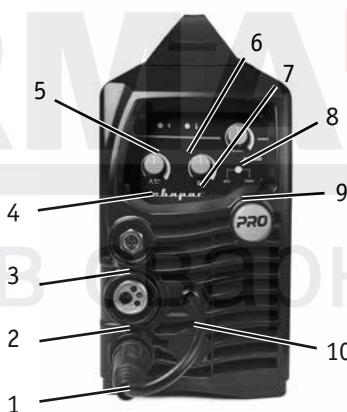
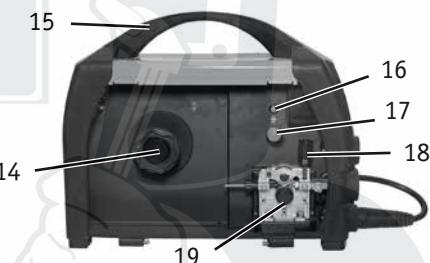

Рис. 1.1
Рис. 1.3
2. Вставьте сварочную горелку в «еворазъем» (2) (**рис. 1.1**) на передней панели аппарата и прикрутите его. После установите катушку с проволокой, установите ролики с теми канавками, которые соответствуют диаметру проволоки. Зафиксируйте проволоку с помощью ручки зажима проволоки (18) (**рис. 1.3**). С помощью кнопки прогона проволоки (16) (**рис. 1.3**) протяните проволоку внутрь горелки.
5. В зависимости от требуемой полярности вставьте кабельную вилку, соединенную с клеммой заземления, в соответствующий разъем «-» или «+» на передней панели сварочного аппарата (1 или 3) (**рис. 1.1**) и закрутите его по часовой стрелке.
6. Вставьте кабель полярности (10) (**рис. 1.1**) в свободный (не подключенный кабелем клеммы заземления) разъем сварочного аппарата и закрутите его по часовой стрелке.
7. Произведите настройки процесса сварки на передней панели управления аппарата. Выберите настройку MIG с помощью переключателя (9) (**рис. 1.1**) установите значение скорости подачи проволоки (8), выставьте рабочее напряжение дуги (7) (**рис. 1.1**).
2. На передней панели имеется два разъема «+» и «-» (1 и 3) (**рис. 1.1**). Для плотного закрепления прямого и обратного кабелей в разъемах необходимо вставить кабельную вилку в соответствующим кабелем в панельный разъем до упора и повернуть его по часовой стрелке. При неплотном подсоединении кабелей возможны повреждения как кабельного разъема, так и источника питания.
6. Выберите способ сварки MMA переключателем на передней панели аппарата (9) (**рис. 1.1**). С помощью регулятора (4) (**рис. 1.1**) установите значение тока.